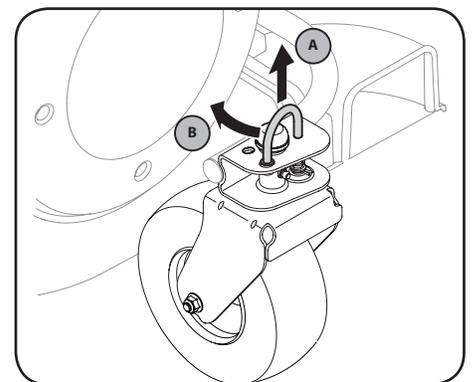

Figure 4-6
1. Pour verrouiller la roue pivotante, tirez la goupille de blocage, faites-la pivoter vers l'arrière et insérez-la dans le plus grand trou. Voir Figure 4-6.